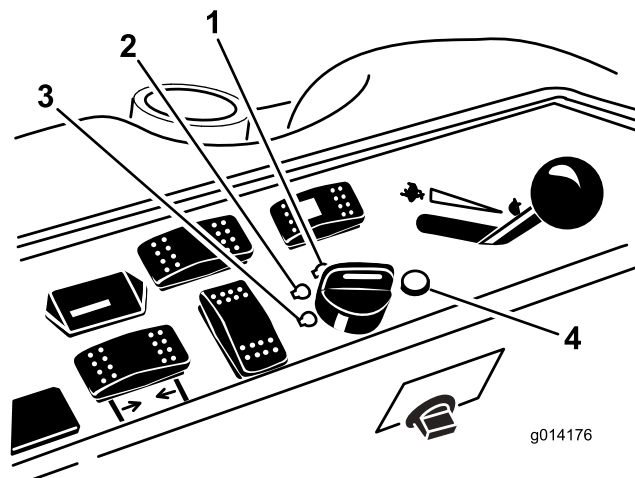

Рисунок 12
6. Поверните ключ в замке зажигания по часовой стрелке в положение Run ("Работа") (Рисунок 12).
- Поверните ключ в замке зажигания в положение "Выкл." (Рисунок 12). Прежде чем покинуть рабочее место, дождитесь остановки всех движущихся частей.